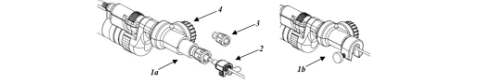

Figura 1
- Se utilizar uma broca aspiradora de canal de trabalho (*Figura 1*), foi adicionado um mecanismo de controle de profundidade com luer (*Ia*) ou um acessório MINOP exclusivo (*Ib*) para o estabelecimento de interfaces com os endoscópios.
- Para determinadas brocas aspiradoras (por exemplo, LOTTA, Little LOTTA e PAEDIOSCOPE), o mecanismo de controle de profundidade funciona com um adaptador (2) para estabelecer ligação a esses endoscópios. Além disso, para brocas aspiradoras destinadas a estabelecer interface com um endoscópio Oi, é fornecido um adaptador luer (3) para controlar a profundidade, dependendo do canal a utilizar.
- Rode o comando de controle de profundidade (4) para ajustar a profundidade da broca aspiradora durante o procedimento, conforme clinicamente adequado.